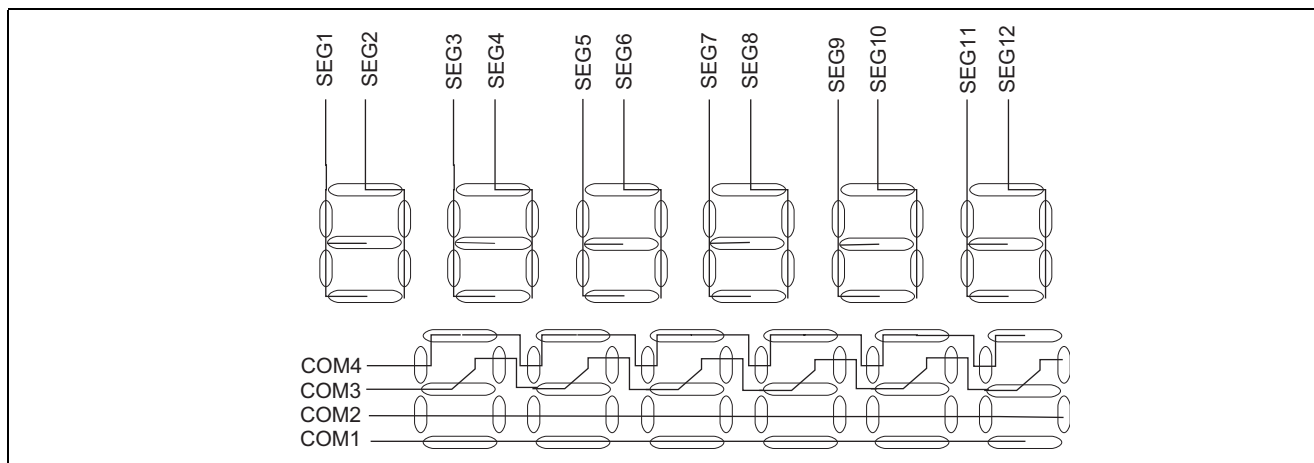

図 3 本タスク例で使用する 6 桁 7 セグメント LCD のセグメント信号とコモン信号の接続図
(4) 本タスク例では、6 桁 7 セグメント LCD を使用して 1/4 デューティ駆動による液晶表示を行ないます。図 3 に 本タスク例で使用する 6 桁 7 セグメント LCD のセグメント信号とコモン信号の接続図を示します。